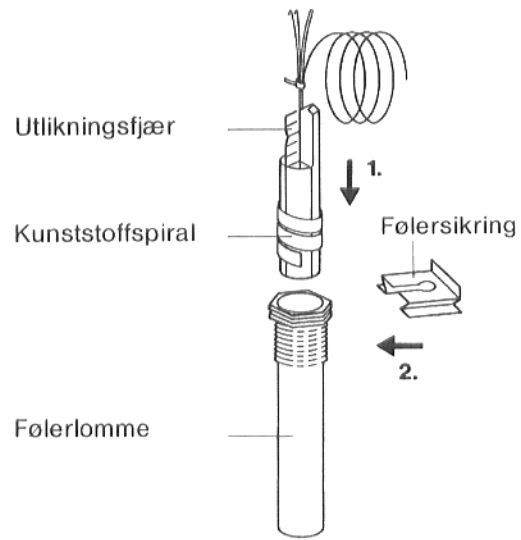

Fig. 27
- Temperaturføleren stikkes inn i følerlommen frem til anslaget (fig. 27). Kunststoffspiralen skyves herved automatisk tilbake. Utligningsfjæren må skyves med inn i følerlommen.
- Følersikringen (inngår i leveransen av kontrollpanel) trykkes fra siden eller ovenfra på følerlommehodet (fig. 27).